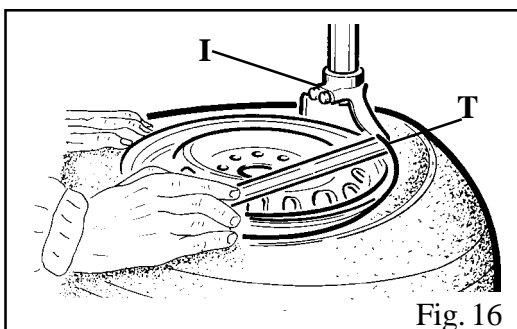

Fig. 16
Mit Hilfe des Hebels (T), der zwischen den Reifenwulst und den vorderen Teil des Montierfußes (I) eingeführt ist, der Wulst nun über den Montierfuß einstellen (Abb. 16).